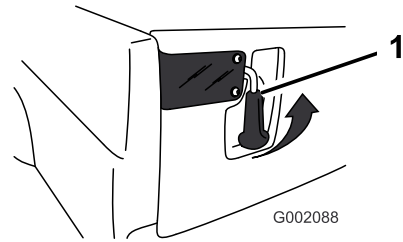

Figura 17
1. Para abrir los enganches de la compuerta, presione las palancas hacia fuera y tire hacia arriba (Figura 17). Los enganches saltarán hacia el centro de la compuerta. Baje ligeramente la compuerta.